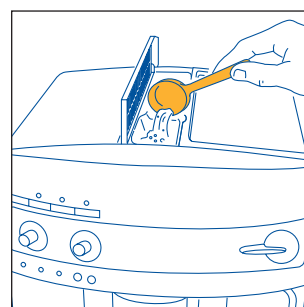

Fig.19
2. Løft i midten af låget, kom en måleske formalet kaffe i tragten (fig. 19) og gå derefter frem som beskrevet i afsnit 5.